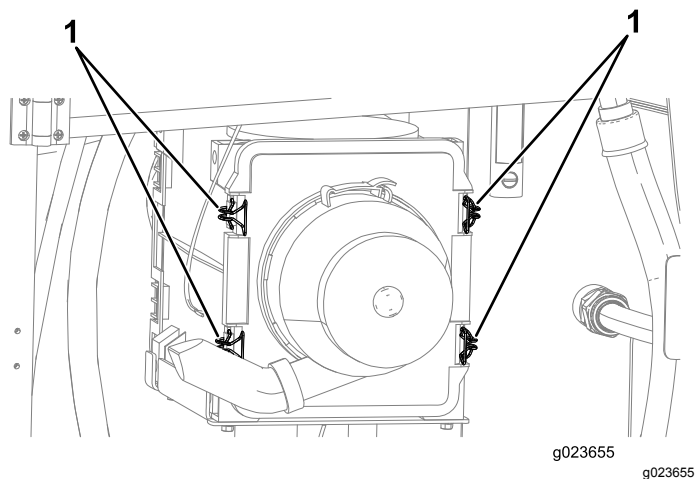

Figure 88
5. Tirez les 4 verrous du couvercle du filtre à air vers l'extérieur (Figure 88).
4. Poussez le couvercle du filtre à air vers l'intérieur jusqu'à ce qu'il soit complètement engagé et fixez-le au moyen des verrous (Figure 88).